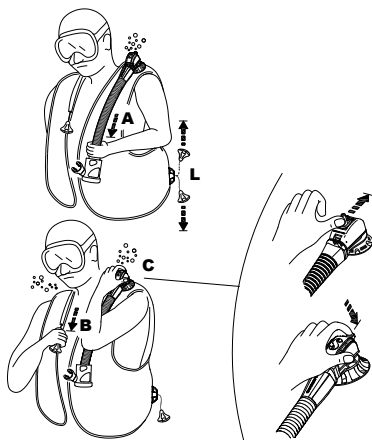

fig. 7
- a) une traction douce sur l'ensemble du flexible (fig. 7-A)
- b) une poussée sur le bouton qui ressort du boîtier de la soupape (fig. 7-C) (breveté) : ce système peut également être utile pour purger l'air d'un autre plongeur qui rencontre des problèmes (panique, plongeur débutant, perte de conscience, etc.)
- La soupape de purge double SCUBAPRO® (brevetée) possède un bouton manuel de sécurité qui relâche de l'air lorsqu'il est enfoncé (fig. 7 C), en cas de défaillance du système de purge manuelle (câble coupé, broche défilante, etc.) ou lorsque vous respirez dans un Air 2.
### **Soupape d'épaule (fig. 7-B)**
La soupape de purge qui se trouve sur l'épaule droite, si elle existe, est activée en tirant doucement sur le bouton qui est attaché par une lanière à la soupape elle-même (fig. 7-B). Pour faire fonctionner l'une ou l'autre des soupapes de purge, orientez celle-ci de manière à ce qu'elle soit légèrement plus haute que l'air qui se trouve dans le gilet. Activez la soupape de purge jusqu'à ce que la flottabilité désirée soit atteinte. Pour refermer la soupape, arrêtez de tirer ou de pousser (fig. 7-B)
### **Soupape de purge basse (fig. 7-L)**
**les dispositifs de dégonflage qui offrent le flux de gaz maximal sont la soupape d'épaule (fig. 7-B) et la soupape de purge basse (fig. 7-L).**